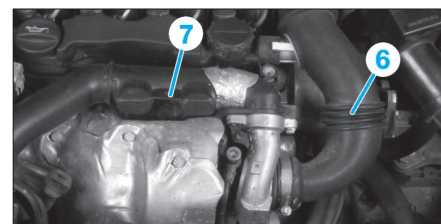

Fig. 60
- le conduit d'entrée d'air du turbocompresseur (6) (Fig.60),
- le résonateur (7),